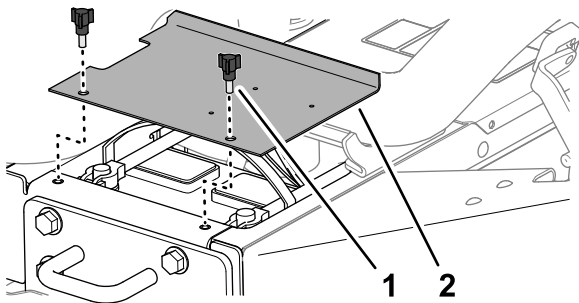

Bild 56
1. Lösen Sie die Verriegelungen an der linken und rechten Seite der Motorhaube (Bild 56).